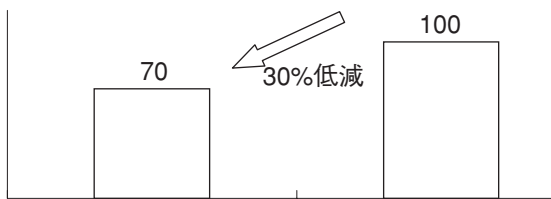
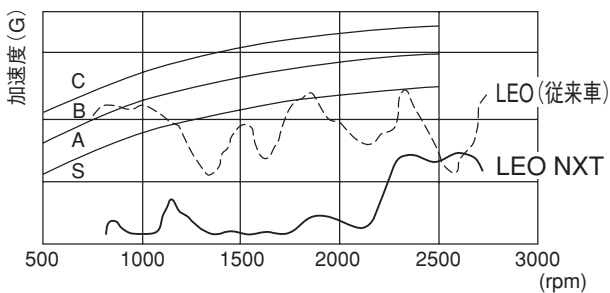

図10 段差走行時シート振動レベル比較
図11 シート定置振動
上記①, ②の実施による段差走行時および定置でのシート振動を図10, 図11に示す。